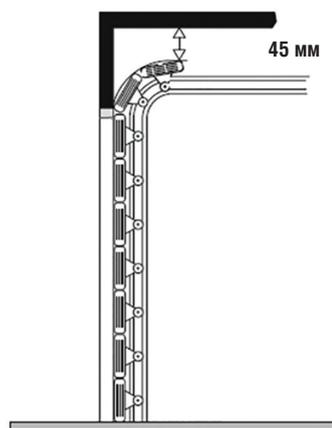

Рис. 1
2. Убедитесь в том, что минимальный зазор между потолком и верхней точкой при движении ворот составляет не менее 45 мм (рис. 1).